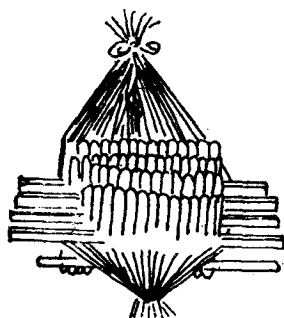

图2-2
(1) 旋转倾斜轴（B53）略松经纱时，应使送经轴伞轮（B31）的支头螺丝向上，便于拆车。
(2) 为使停经片、综丝与织口的距离不变，减少经纱因摩擦及停经片绞乱而产生断头，将停经片与经纱分成若干份（视品种情况而定），并用扎纱绳扎好，见图2-2。